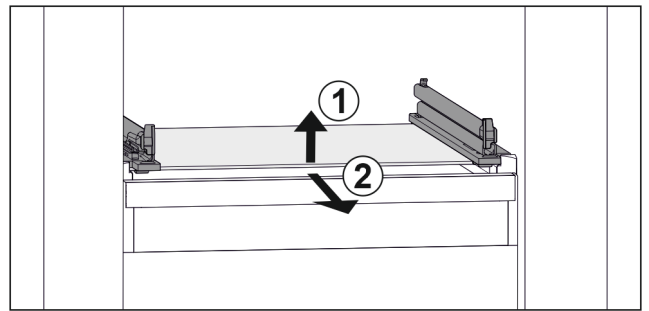

Fig. 46 Rappresentazione esemplificativa del ripiano in vetro
- Sollevare il ripiano in vetro dal davanti. Fig. 46 (1)
- Rimuovere il ripiano in vetro tirando in avanti. Fig. 46 (2)